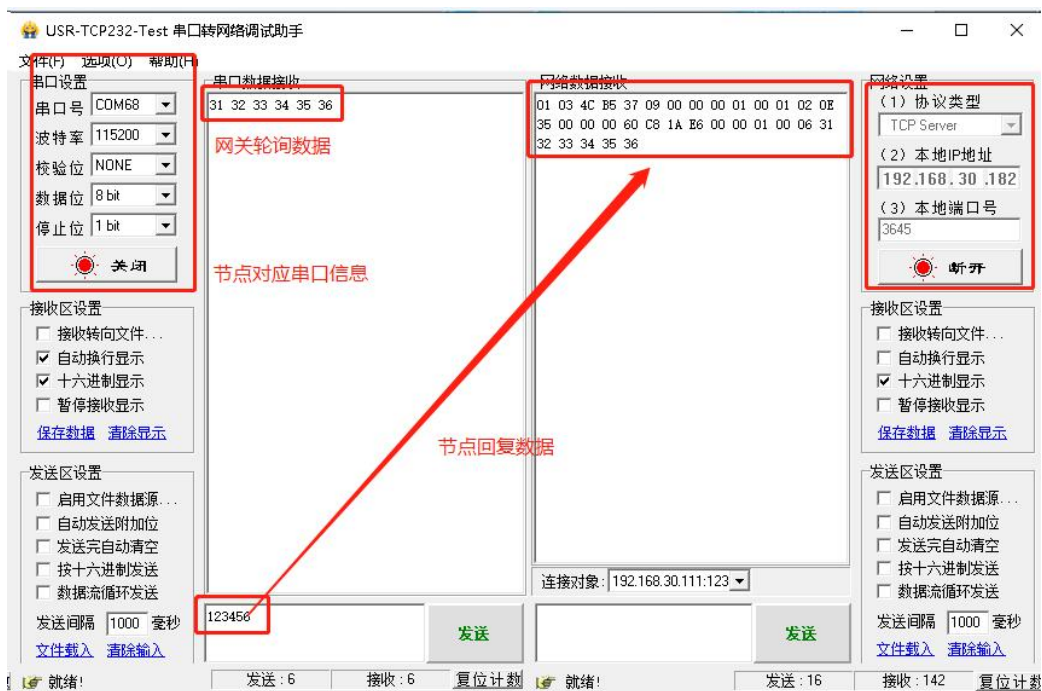

图 6 数据传输实例
(5) 重启节点，等待组网。可以看到节点入网后网关发送轮询数据“123456”，节点回复数据，服务器可接收节点数据，如“图 6”所示。